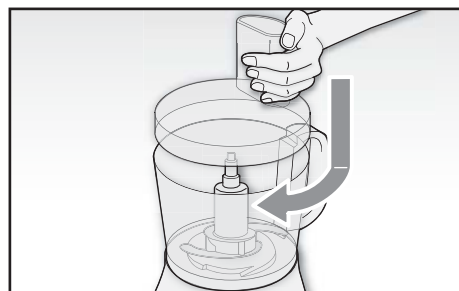
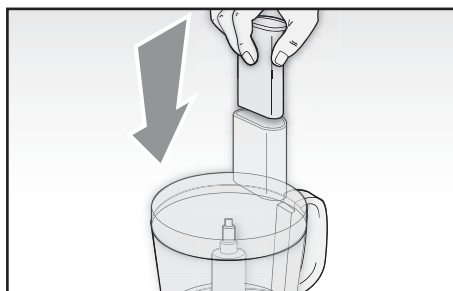

Fig. 9
Fig. 10
- 1 Inserire gli ingredienti nella ciotola (P). Se possibile, tagliare gli alimenti solidi a piccoli pezzi (1,5 x 1,5 cm). Non inserire alimenti oltre il livello massimo indicato sulla ciotola.
- 2 Inserire il coperchio (O) sopra la ciotola (P) allineando la tacca presente all'interno della ciotola col simbolo (⚡). Bloccare il coperchio (O) a scatto ruotandolo in senso orario (⬆) (Fig. 9).
- 4 Girare la manopola di regolazione della velocità (A) per mettere in funzione l'apparecchio. E' possibile selezionare tre modalità di funzionamento: velocità minima ("1"), velocità massima ("2") e ad impulsi ("P"). Per un funzionamento ottimale della modalità a impulsi, tenere girata la manopola per massimo 2/3 secondi per volta.
- 5 Per aggiungere ingredienti durante il funzionamento, usare il foro presente sul coperchio (O). Spingere gli alimenti inseriti con l'ausilio del pressatore (G) (Fig. 10).
- 6 Per interrompere il funzionamento dell'apparecchio agire sulla manopola (A) e posizionarla su "0"